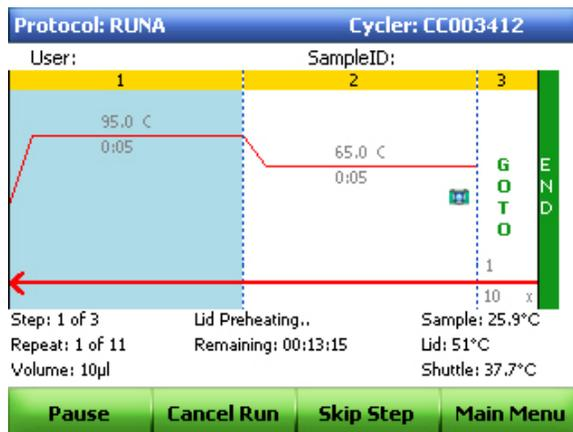

Figura 40. Monitorização do estado do ciclo.
- **Estado.** Prima a tecla de comando **STATUS** (ESTADO) para verificar o estado actual do protocolo, efectuar uma pausa no ciclo, cancelar um ciclo, ignorar um passo ou aceder ao menu principal (Figura 40)